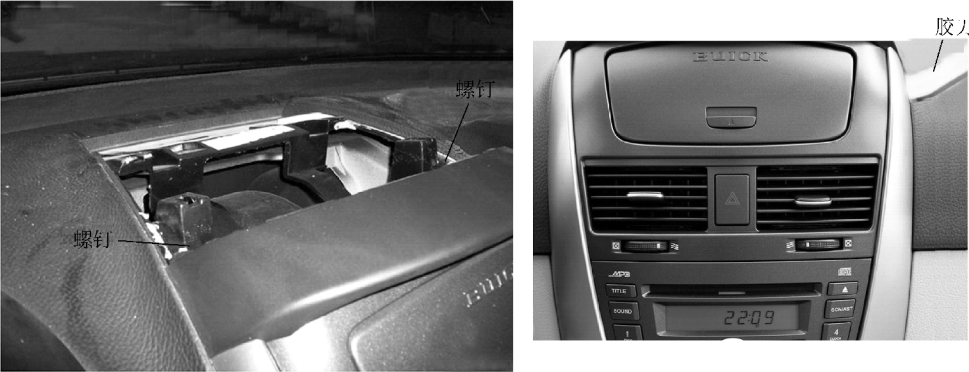

图 5-17 装饰框的拆卸
2) 取下上盖后，拧下装饰框上的两颗螺钉，用胶刀撬松装饰框两边，然后把装饰框拉出来（见图 5-17）。在完全拉出装饰框前，请先拆下两边的空调器拉索（轻轻拉出装饰框，注意下面的空调器控制线先不要拉出来）；取下两边的空调器拉索（拆右边空调器拉索的时候请先拆下储物盒，左边的拉索可以直接在转向盘下边拆除）；拆完两条空调器拉索后就可以直接拔下应急灯插头，拉出装饰框；拉出装饰框后，拔下空调器控制线，共两个插头，然后就可以取下装饰框了。